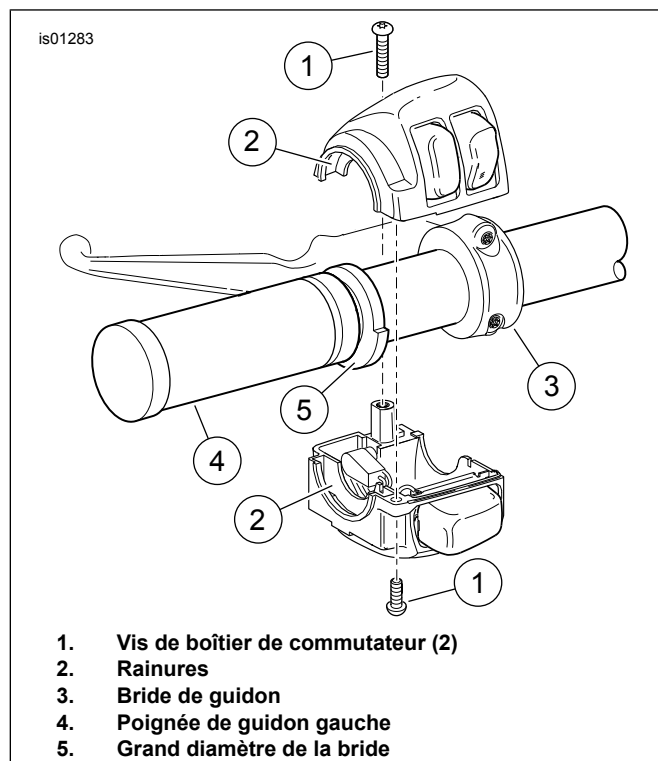

Figure 2. Boîtier commutateur de gauche du guidon
1. Voir la figure 2. Retirer les vis des boîtiers de commutateur supérieur et inférieur (1).
2. Desserrer la vis supérieure fixant la bride du guidon (3) au support de levier d'embrayage.